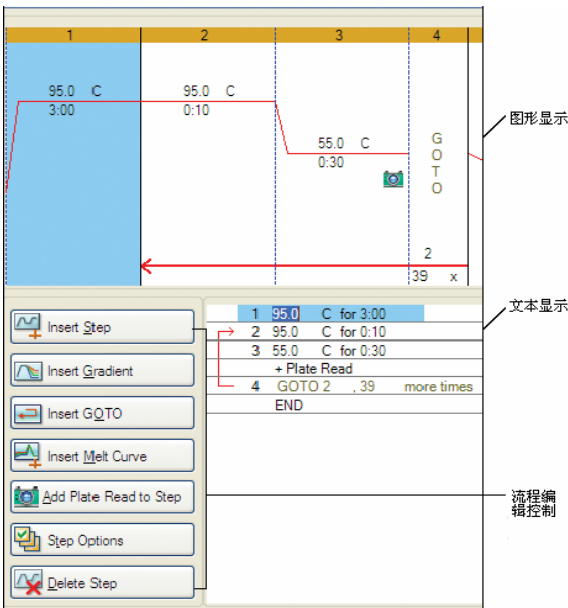

图2
程序编辑器可用来创建一个新程序或编辑一个已存在的程序，图 2。
4. 点击 GOTO 步骤的重复次数，改变程序中的循环次数，图 2 第 4 步。
1. 在程序编辑控制窗口中，点击 **Insert Gradient**，图 2。
1. 在程序编辑控制窗口中，点击 **Insert Melt Curve**，图 2。